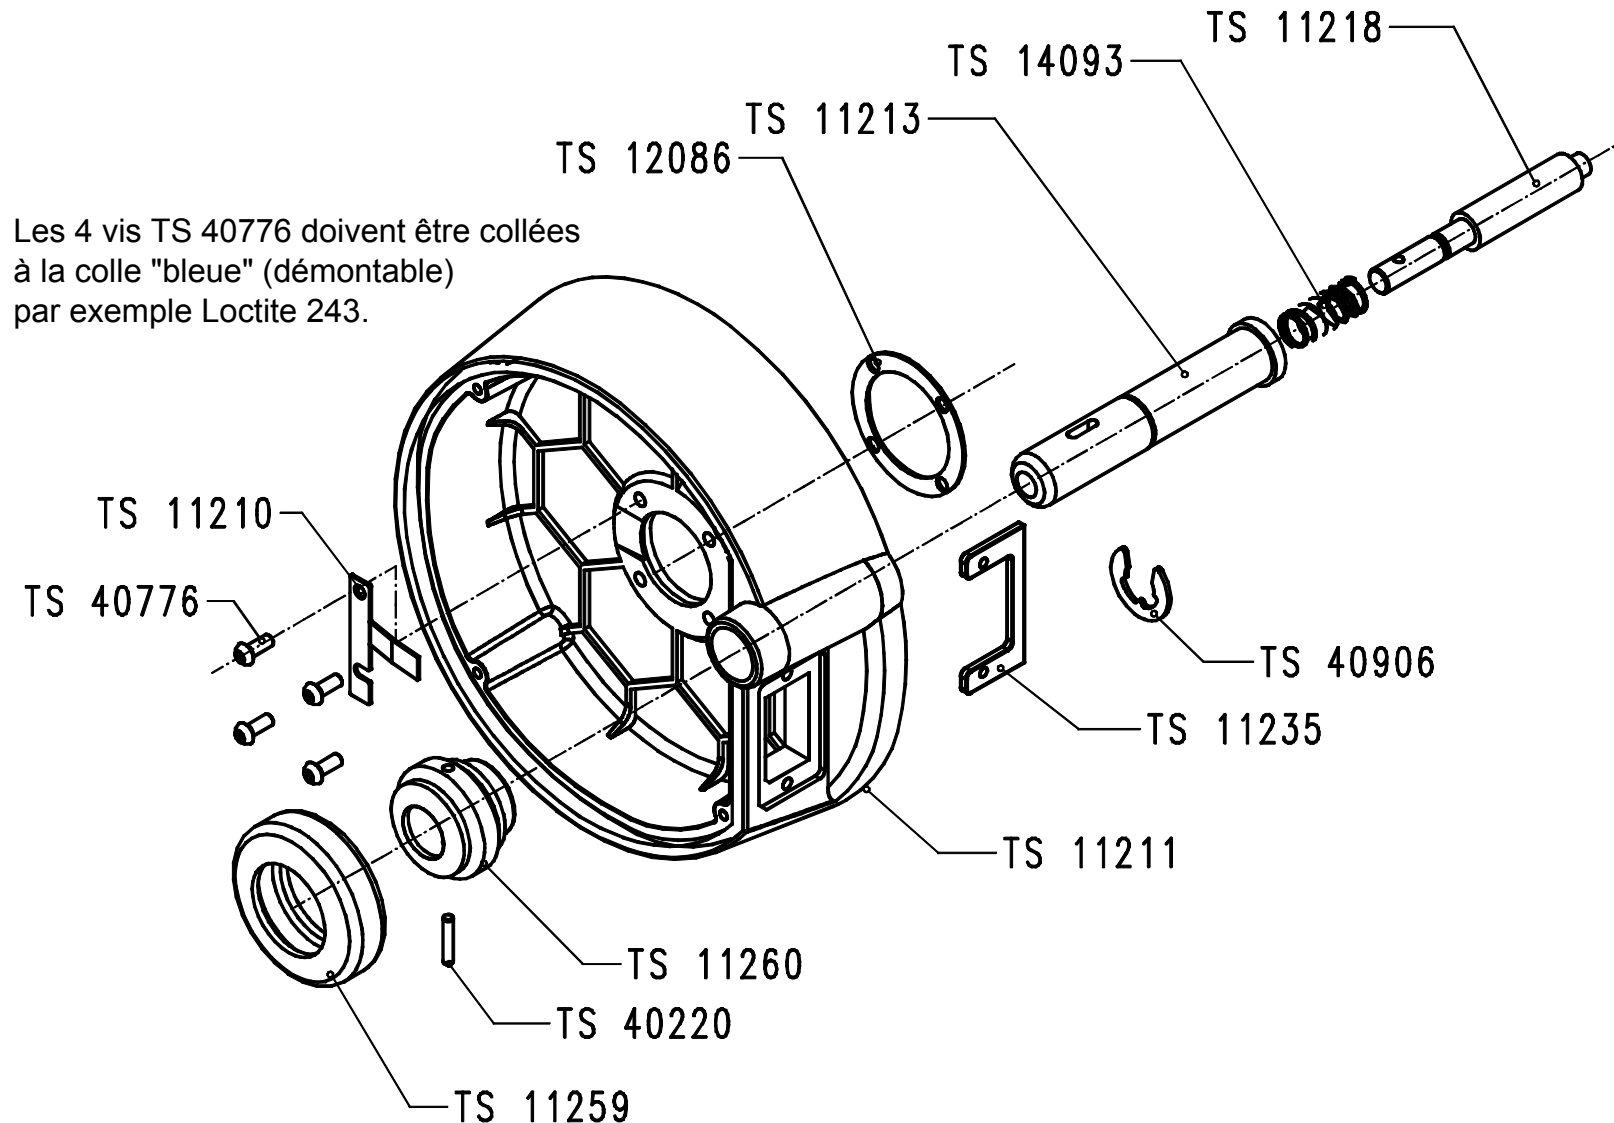

Figure 10-4: boîtier électronique TS 10190, détails des composants
- Figure 10-4: boîtier électronique TS 10190, détails